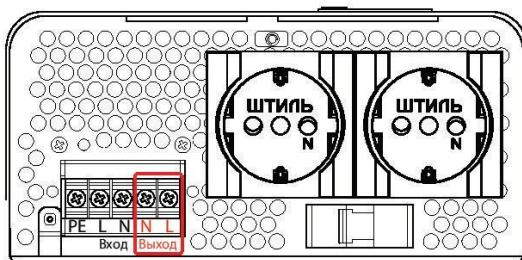

Рисунок 15. Стабилизаторы Штиль IS2500, IS3000 и IS3500. Выводы «Выход N-L»
9. Убедившись в отсутствии напряжения на выходе стабилизатора, подключить нагрузку. Подключение нагрузки осуществляется у моделей IS350, IS550, IS800, IS1000, IS1500 и IS2000 к розетке, у моделей IS2500, IS3000 и IS3500 к розеткам и к выводам «Выход N-L» (**рисунок 15**). Рекомендованное сечение кабеля для подключения нагрузки к выводам «Выход N-L» – 2,5 мм^2 .